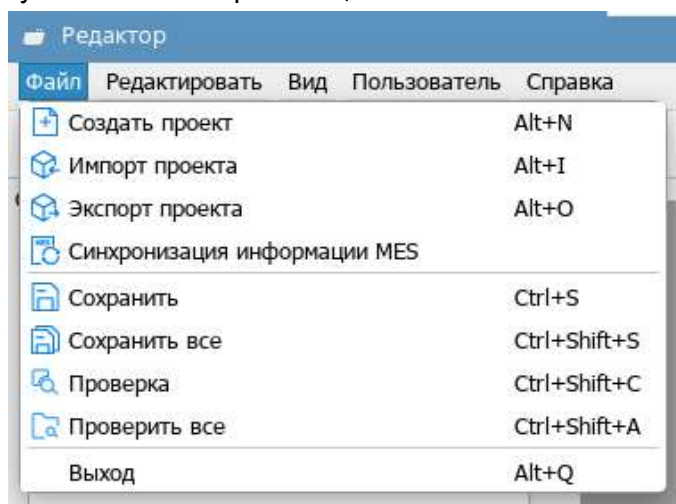

Рисунок 4.3-2 Раскрывающееся меню "Файл"
Строка меню редактора, показанная на Рисунок 4.3-2 , включает в себя пять пунктов меню: "Файл"(F), "Редактировать"(E), "Вид"(V), "Пользователь"(U) и "Справка"(H). Буквы в круглых скобках справа от каждого пункта меню представляют собой ярлыки для доступа к пункту меню. Нажмите Alt+сочетание клавиш, чтобы открыть пункт меню и отобразить содержимое его подменю.